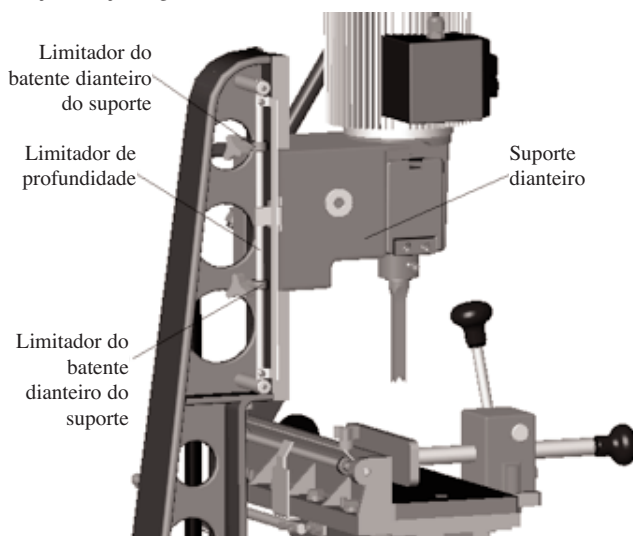

Figura 4
1. Ajuste o limitador de profundidade para a profundidade de corte desejada. Veja a figura 4.